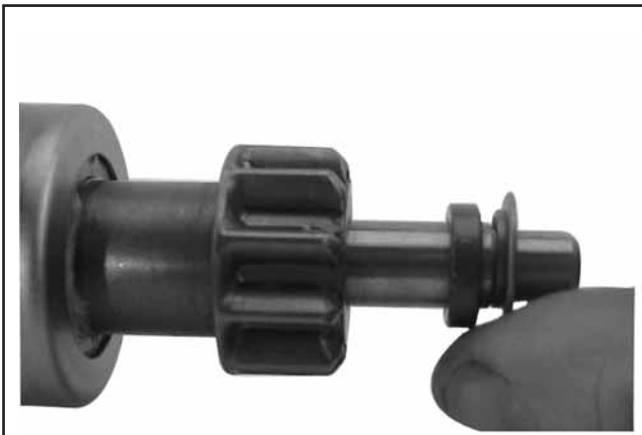

Abbildung 8-46. Druckscheibe einbauen.
3. Installieren Sie die versetzte Druckscheibe (Sicherungsscheibe), sodass der kleinere **Versatz** der Scheibe zum Haltering bzw. Anschlag ausgerichtet ist. Siehe Abbildung 8-46.